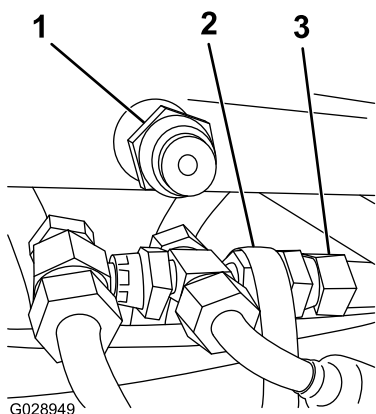

Figura 3
- Inserte tapones ciegos en los orificios del colector (Figura 3).
9. Sujete el conjunto de acoplamiento en T delantero al grupo de mangueras situado por debajo con una brida (Figura 3).